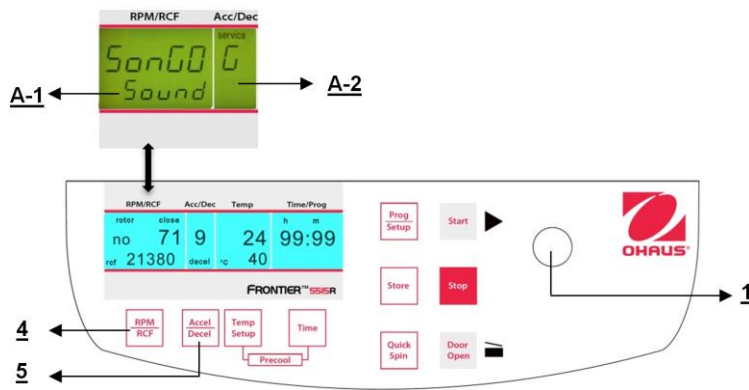

Figura 34
Proceda como se describe en el punto 4.1.1 para ingresar en este modo de programa y luego presione el botón **"Accel/Decel"** (5). En la pantalla **"Acc/Dec"** (A-2) destella la palabra **"Service"**. Ahora seleccione la letra **"G"** con la perilla de ajuste (1). Como resultado, en la pantalla **"RPM | RCF"** (A-1) aparece la palabra **"SonGo/Sound"**. Después de presionar el botón **"RPM | RCF"** (4), puede seleccionar una melodía con la perilla de ajuste (1). (Vea la Figura 34.)